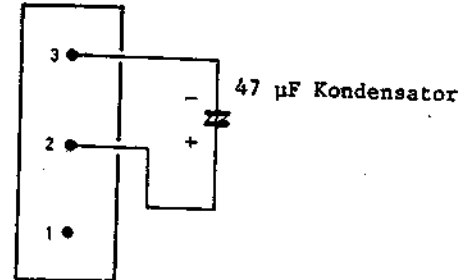

Abb. 4-19 Horizontaler Bildfang des elektronischen Suchers
- Horizontaler Bildfang (Abb. 4-19, 4-54)